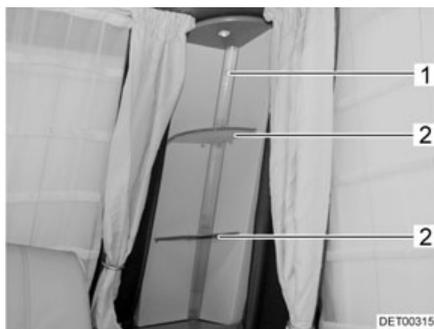

Fig. 191 Colonne lumineuse
- Retirer les étagères (Fig. 191,2).
- Serrer légèrement le verre de la lampe (Fig. 191,1) et le retirer.